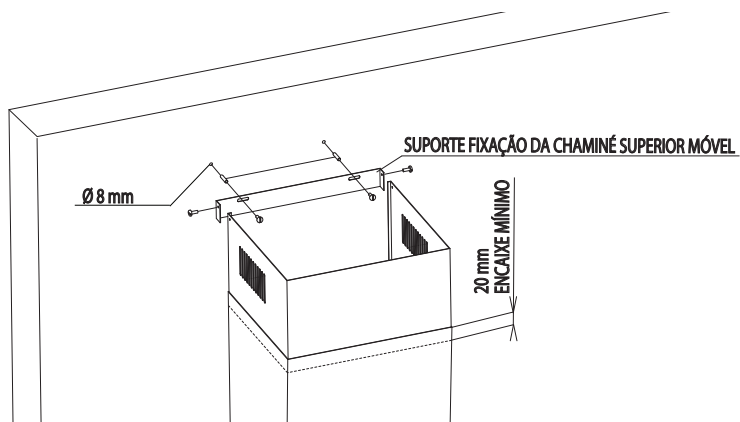

Fig. 31
**A chaminé superior móvel**, deverá ser encaixada na chaminé inferior [encaixe mínimo de 20 mm] e fixada no suporte superior [Fig.31].